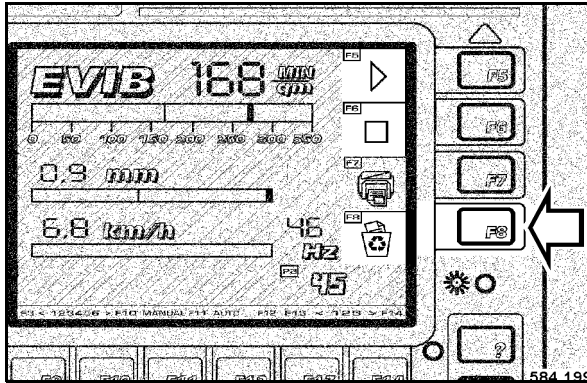

fig. 102
- Si d'autres copies de la présente piste non sont pas nécessaires, appuyer sur la touche F8 "EFFACER" (fig. 102) après l'allumage de la zone de contrôle F6 "TERMINE".